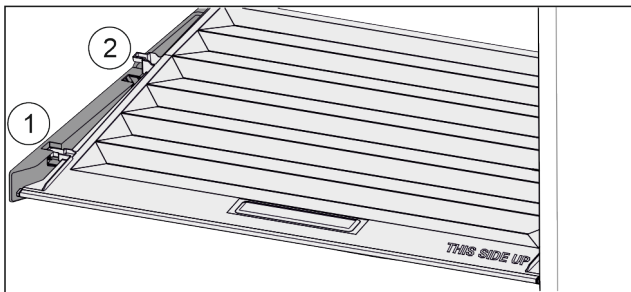

Fig. 142
- ▶ Poklopac do otvora u pridržnim dijelovima povucite prema naprijed Fig. 142 (1).
- ▶ Podignite ga odozdo sa stražnje strane i izvadite prema gore Fig. 142 (2).